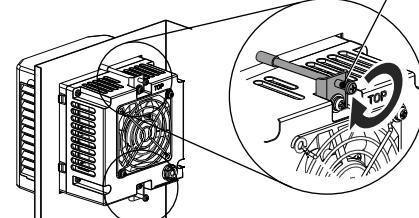

図5
- 取付金具セットねじM4×60を締め付けてください。(図5)